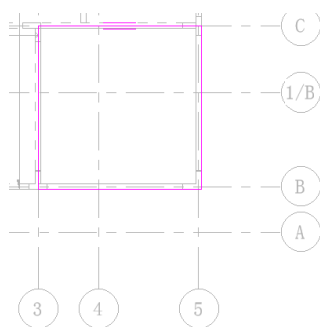

图 11-36 绘制边界线 (1)
- (8) 单击“绘制”面板中的“边界线”按钮和“矩形”按钮，创建边界线，如图 11-36 所示。
- (9) 单击“模式”面板中的“完成编辑模式”按钮，完成厚度为 120mm 结构楼板的创建，